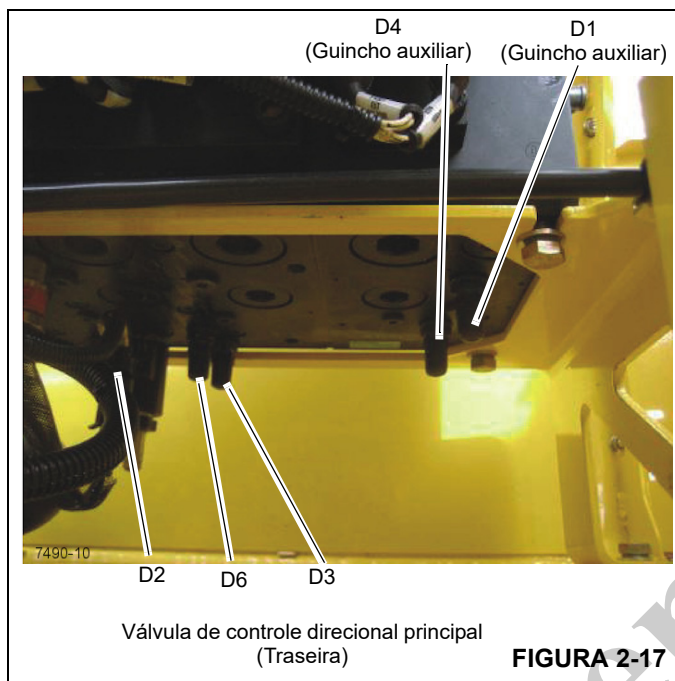

FIGURA 2-17
3. Se necessário, ajuste a pressão a D6 (Figura 2-17) para 1740 ± 50 psi (120 ± 4 bar).
3. Se necessário, ajuste a pressão a D3 (Figura 2-17) para  $4351 \pm 50$  psi ( $300 \pm 4$  bar).
3. Se necessário, ajuste a pressão a D4 (guincho auxiliar) (Figura 2-17) para  $1740 \pm 50$  psi ( $120 \pm 4$  bar).
3. Se necessário, ajuste a pressão a D1 (guincho auxiliar) (Figura 2-17) para  $4351 \pm 50$  psi ( $300 \pm 4$  bar).
6. Ajuste a pressão a D2 na válvula de controle direcional principal (Figura 2-17) para  $2901 \pm 50$  psi ( $200 \pm 4$  bar).